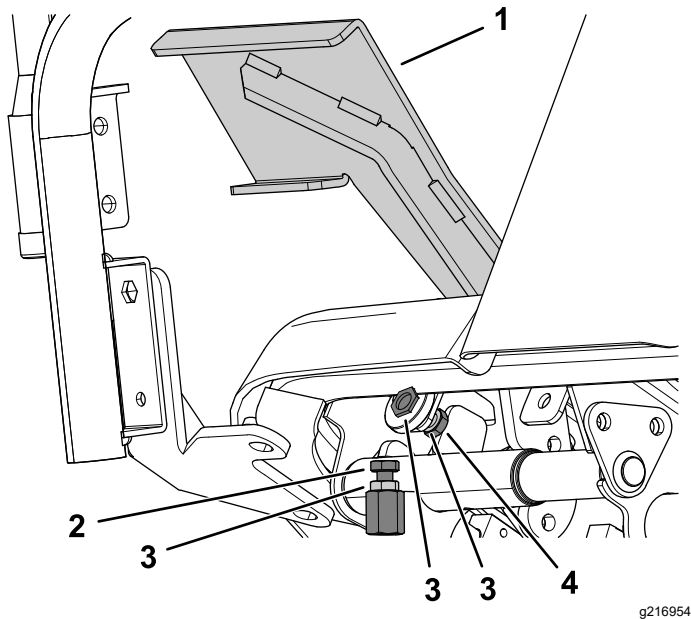

Figura 96
1. Spostate completamente in avanti il pedale di trazione (Figura 96).
- A. Utilizzando una chiave, tenete fermo l'arresto del pedale della trazione di marcia avanti e allentate il controdado sul lato posteriore della staffa (Figura 96).
- B. Spostate il pedale della trazione nella posizione desiderata (Figura 96).
- C. Regolate il controdado sulla parte posteriore della staffa fino a quando l'arresto del pedale della trazione entra a contatto con il pedale della trazione (Figura 96).